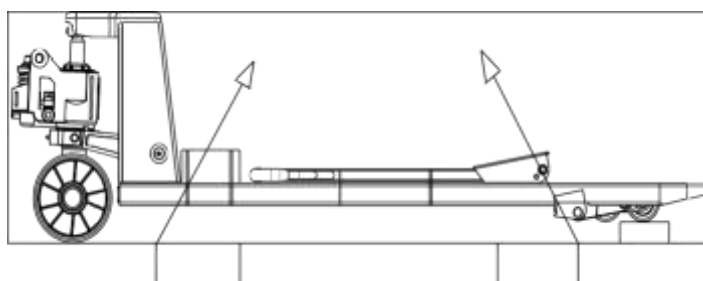

Рис. 10
8.1 Перед подъемом или транспортировкой тележки необходимо демонтировать блок весов и рычаг тележки. См. рис. 10.